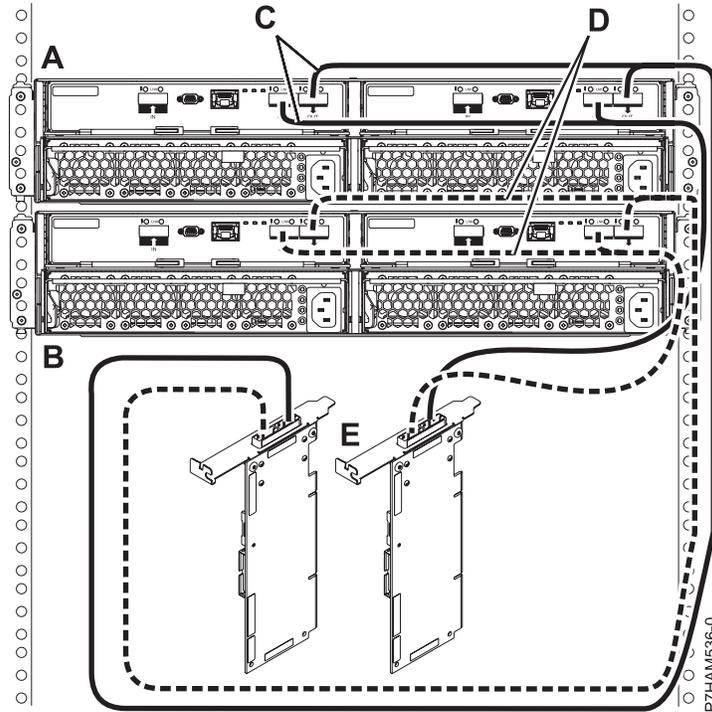

Figure 38. Mode 1 de connexion de deux boîtiers d'unité de disque 58/87 via des câbles YO à une paire d'adaptateurs SAS
12. Effectuez la connexion de mode 1 de deux boîtiers d'unité de disque 58/87 (A et B) via des câbles YO (C et D) vers une paire d'adaptateurs SAS (E), comme illustré dans la figure 38, à la page 74.
- Chaque adaptateur SAS de la paire (C) peut accéder aux 48 baies d'unité.